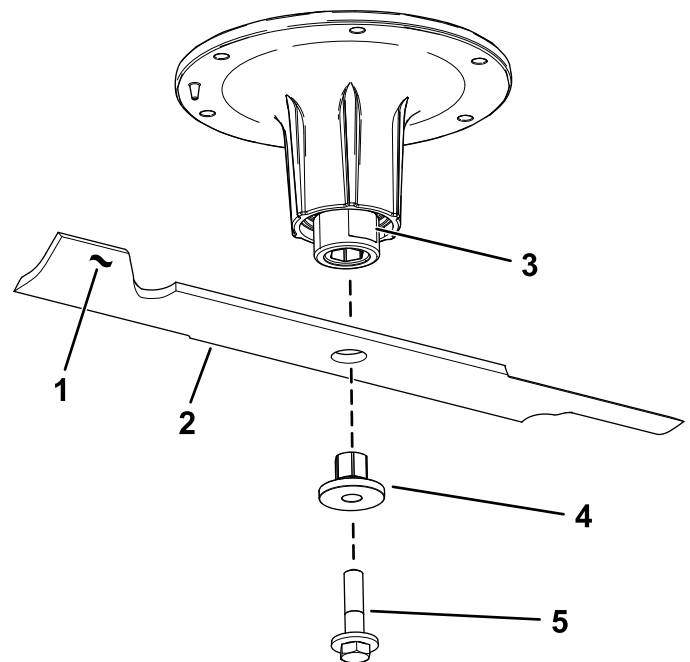

Figure 79
- Retirez le boulon, la douille et la lame de l'axe de pivot (Figure 79).